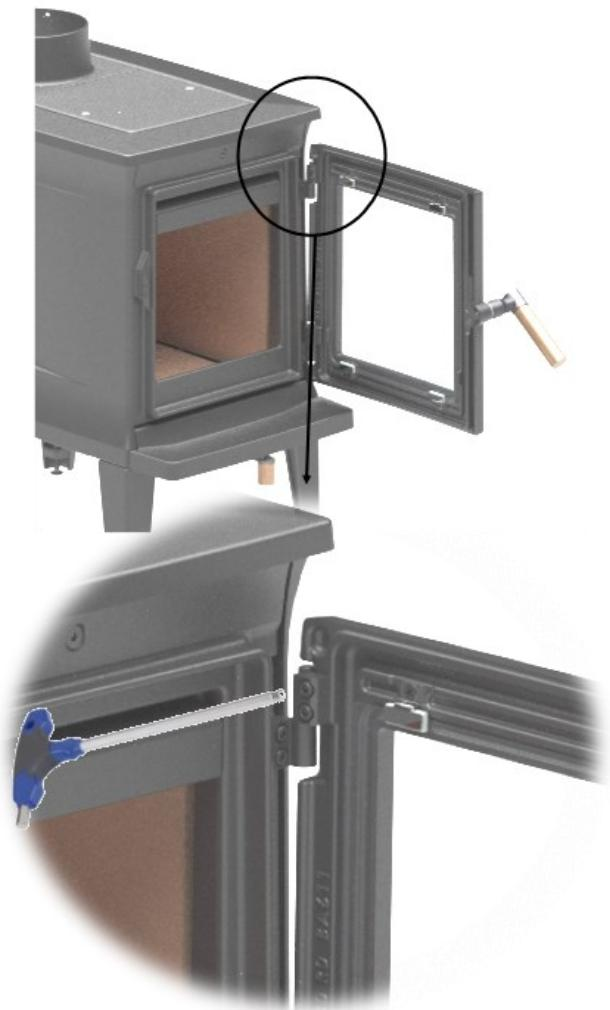

FIG. 7
1. Ouvrir la porte et la retirer en desserrant les vis de fixation des charnières fixées à la porte (fig. 7).